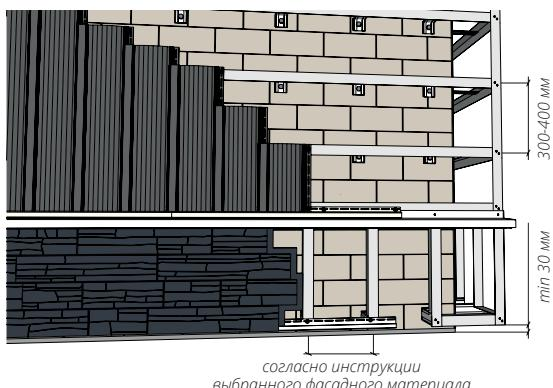

Рисунок 11. НФС с цоколем
- 9.4 Расстояние от грунта, отмостки и т.д. до нижнего края обрешетки должно быть не менее 30 мм. Это обеспечит доступ воздуха в подфасадное пространство и обезопасит обрешетку и смонтированный фасадный материал от последствий при пучениях грунта в зимний период (рис. 11, 12, 13, 14).